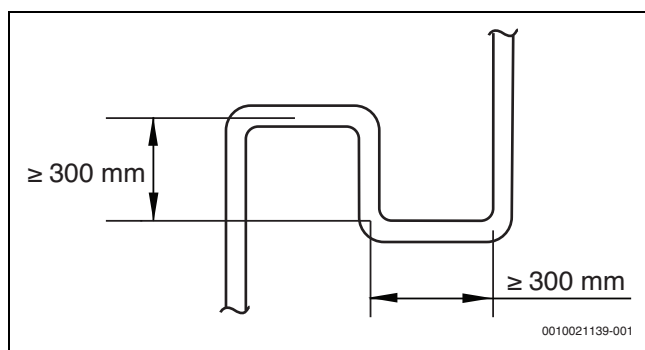

Рис. 6
- Когда наружный блок находится выше внутреннего блока и разница уровней превышает 20 м , рекомендуется, чтобы патрубок обратной линии масла устанавливался с интервалом 10 м на газовой трубе главного трубопровода. Рекомендуемые спецификации обратного патрубка масла показаны на рис. 6.
Дополнительно: (i) Если наружный блок выше и разница уровней более 20 м, рекомендуется устанавливать возвратный патрубок масла с размерами, указанными на рис. 6 через каждые 10 м газовой трубе основной трубы, и (ii) если наружный блок находится ниже и разница уровней более 40 м, жидкостная труба главной трубы (L1) должна быть увеличена на один размер.